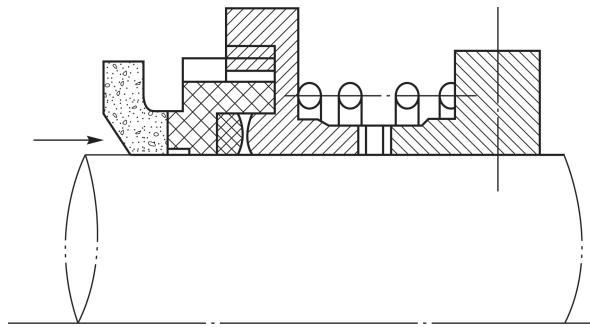

图 1-19 外装式机械密封
③机械密封的特点。机械密封将容易泄漏的轴封改为较难泄漏的静密封和端面径向接触的动密封。与填料密封相比,机械密封的主要优点是:泄漏量小,一般为 10 mL/h ,仅为填料密封的 1% ;寿命长,一般可连续使用 $1\sim 2$ 年。与填料密封相比,对轴的精度和表面粗糙度要求相对较低,对轴的振动敏感性相对较小,而且轴不受磨损。机械密封摩擦力耗功相对较小,约为填料密封的 $10\%\sim 50\%$ 。但是,机械密封造价较高,对密封元件的制造要求及安装要求较高,因此多用于对密封要求较严格的场合。
④机械密封的基本结构形式。机械密封的结构形式很多,主要是根据摩擦副的对数、弹簧的情况、介质和端面上作用的比压情况,以及介质的泄漏方向等因素来划分。
a. 内装式与外装式。内装式是弹簧置于被密封介质之内(图 1-18),外装式则是弹簧置于被密封介质的外部,如图 1-19 所示。